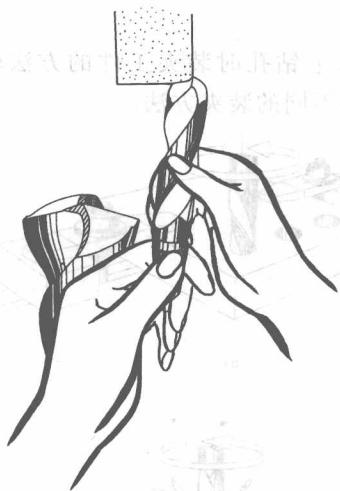

图 1-7
⑥ 修磨横刃。就是把横刃磨短，将钻心处前角磨大。通常 5mm 以上的麻花钻都需修磨，使修磨后的横刃长度为原长的  $1/3 \sim 1/5$ 。修磨方法，见图 1-7。
① 刃磨时，用力要均匀，不能过猛，应经常目测磨削情况，随时修正。
② 当钻头将要磨好时，应由刃口向刃背方向磨，以免刃口退火。
③ 刃磨时，应经常将钻头浸入水中进行冷却，避免过热退火。